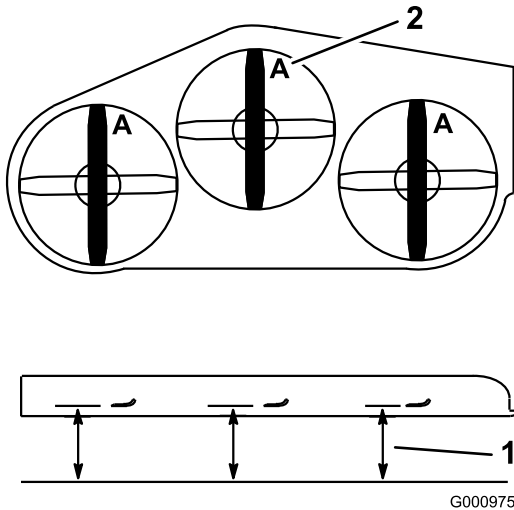

Figure 79
3. Tournez les lames dans le sens longitudinal. Mesurez la distance entre la surface plane et le tranchant (position A) des lames (Figure 79). Notez cette valeur.